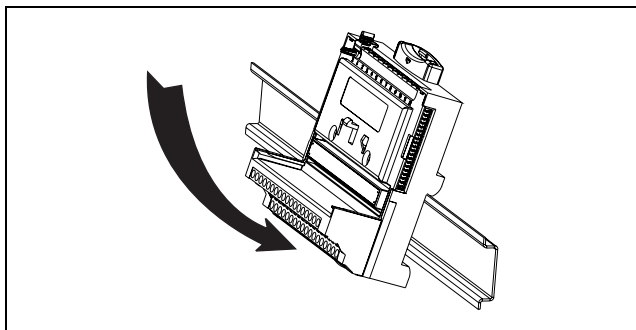

図 2. DIN レールにターミナルベースを取り付ける
3. 図2のように、ターミナルベースの背面にあるへりを 35 mm DIN レールの上に取り付けて DIN レールにはめ込みます。